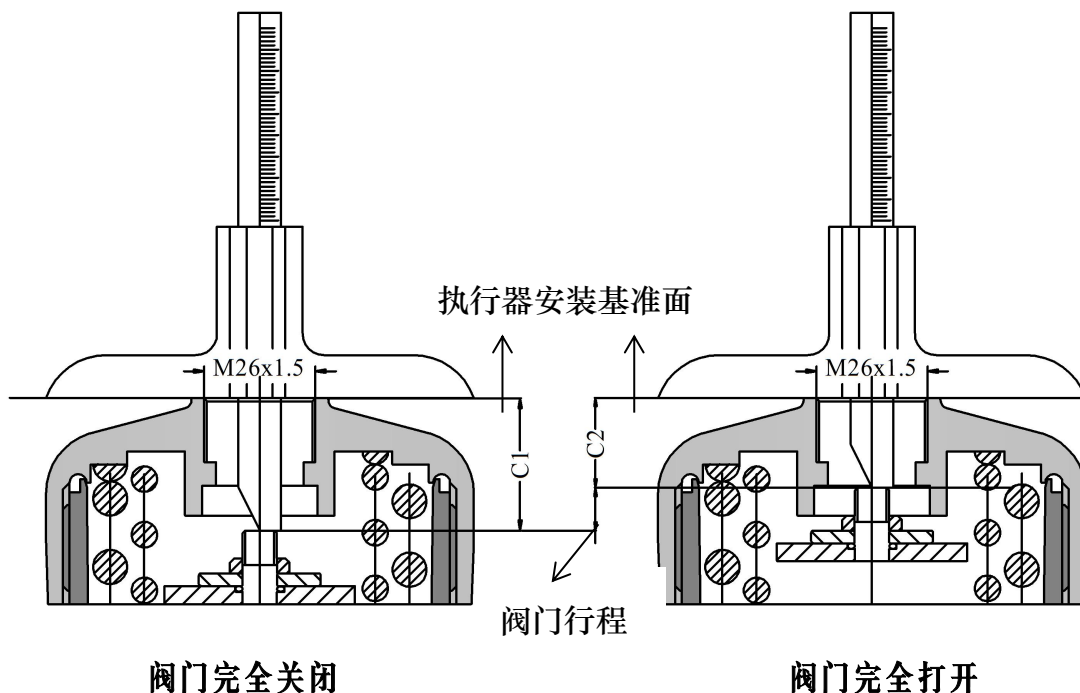

图 38.C1 值和 C2 值测量
①	传感器	1	反馈阀门开度位置
②	安装板	1	连接定位器与执行器
③	O 型圈	2	$\Phi 20 \times 2$
④	固定件	2	用于固定安装板, G1/4 螺纹
⑤	M8 六角头螺栓	4	M8 $\times$ 16
⑥	传感器接头	1	将传感器连接到定位器
- 阀门处于完全关闭和完全打开状态时, 用深度尺分别测量执行器阀杆顶端到执行器顶部安装基准面的距离 C1 值和 C2 值 (图 38 中标注所示), 并记录。